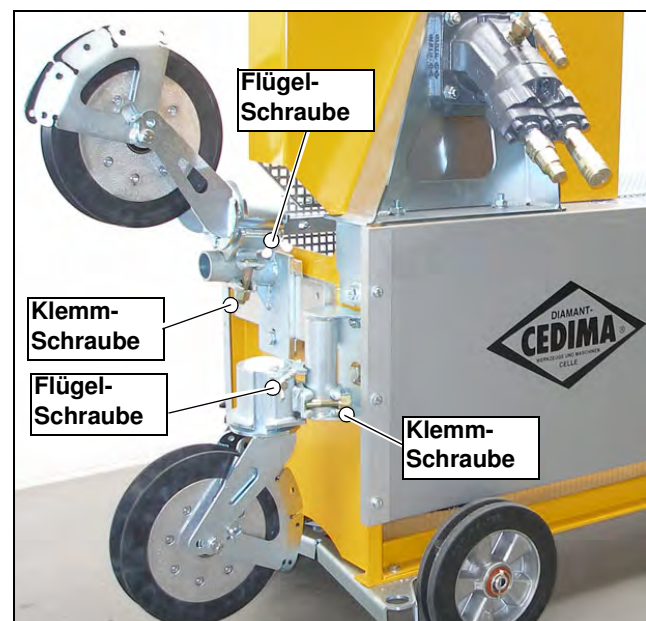

Bild 8.1 Schwenk-Rollen am CSA•1001 H montiert
2. Lösen Sie ggf. die Flügelmutter und Klemmschraube der jeweiligen Schwenkrolle (Bild 8.1) um die Schwenk-Rolle in die für den Ausbau der Rolle günstigste Position zu drehen!
3. Lösen und entfernen Sie die Mutter und Naben-Schraube, mit den jeweils 2 Abstandhaltern für die (optionalen) Seilschutz-Profile, der Schwenkrolle (Bild 8.1) und entnehmen Sie die Rolle!
4. Setzen Sie die jeweilige Rolle wieder in die Schwenkrollen-Gabel und Schrauben Sie die Naben-Schraube mit den beiden Abstandhaltern für die (optionalen) Seilschutz-Profile und ggf. einer neuen Sicherungsmutter ein (Bild 8.1)!
7. Drehen Sie die Schwenkrolle in die günstigste Position und schrauben Sie ggf. die Klemmschraube und Flügelmutter der jeweiligen Mini-Schwenkrolle (Bild 8.1) wieder fest!